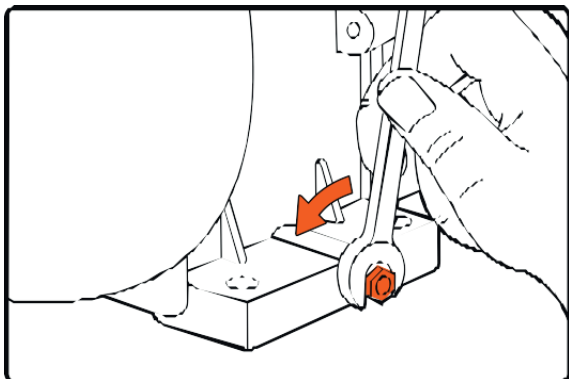

рис. 53
- Удалите пробку сливного отверстия (рис. 53).